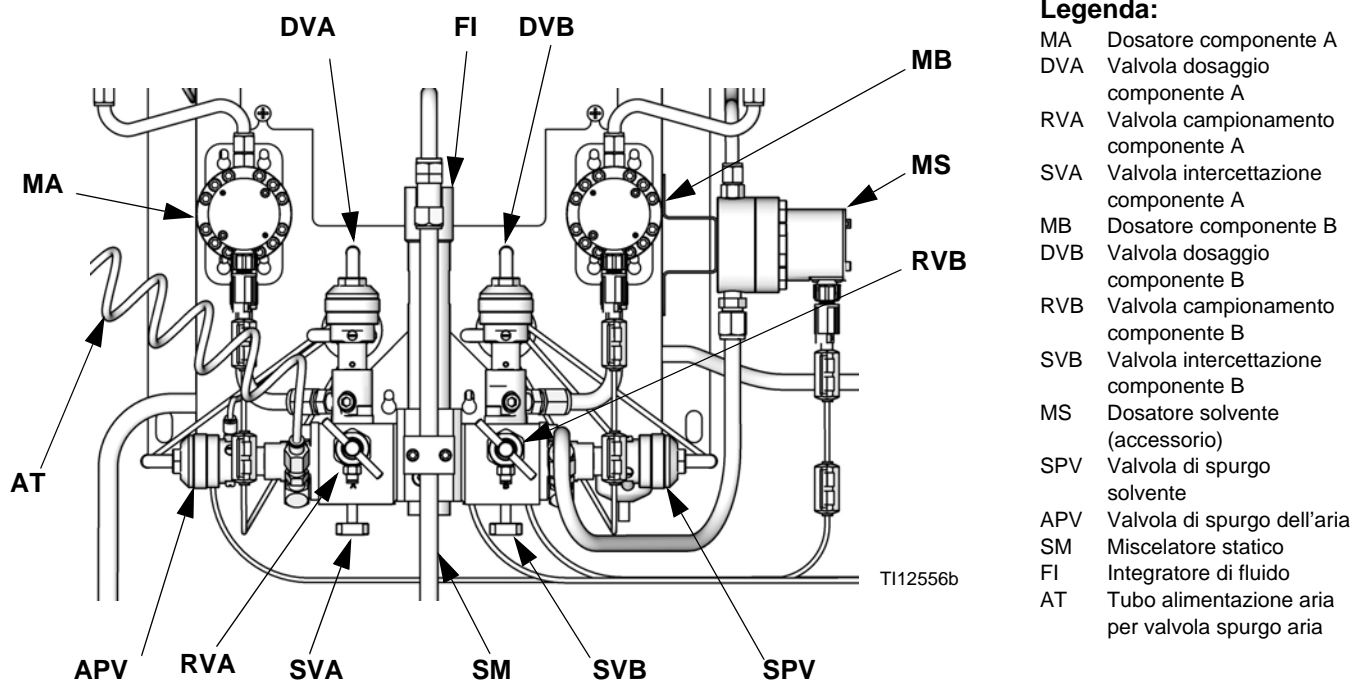

Fig. 119 Stazione del fluido per montaggio a parete
4. Intercettare l'alimentazione del fluido alla valvola di spurgo del solvente (SPV) e l'alimentazione d'aria alla valvola di spurgo dell'aria (APV), FIG. 119.
2. Chiudere la valvola di intercettazione lato A (SVA), FIG. 119. Aprire la valvola di campionamento del lato A (RVA).
8. Aprire la valvola di intercettazione del lato A (SVA), FIG. 119. Chiudere la valvola di campionamento del lato A (RVA).
2. Vedere FIG. 119, pagina 109. Chiudere sia le valvole di intercettazione del fluido che le valvole di campionamento.